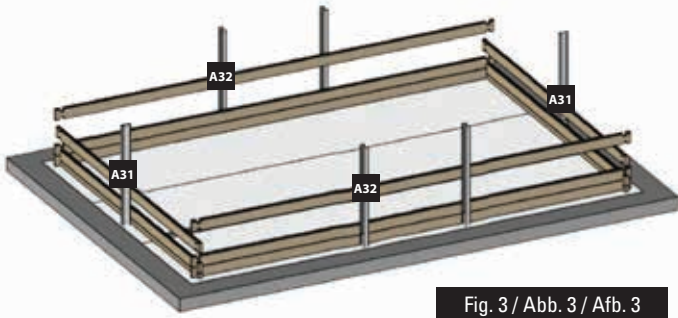

Fig. 3 / Abb. 3 / Afb. 3
**DE 2. BRETTERREIHE:** • Platzieren Sie die Bretter der zweiten Reihe laut Abb. 3. • Um die Bretter richtig anbringen zu können, finden Sie einen Holzkeil im Paket des Tragwerks. • Nicht direkt auf die Bretter klopfen. Das würde die Zapfen und die Festigkeit des Tragwerks beschädigen. • Nicht mit einem Metallteil darauf klopfen. Es würde das Holz unabänderlich beschädigen. • Versuchen Sie, die Bretter von Anfang an tiefgehend ineinander zu fügen. Zwischen den Reihen darf kein Platz sein, um eine Fehlanpassung der oberen Bretter zu vermeiden.
**EN 3rd LAYER OF BOARDS:** Install the third layer of boards as shown in figure 3. The position of the refilling fitting with the key and the skimmer should be defined at the start of the assembly (read the specific paragraphs).
**FR 3ÈME RANGÉE MADRIERS :** Positionnez les madriers de la 3ème rangée conformément à la figure 3. Vous devez avoir déterminé l'emplacement de la buse de refoulement et du skimmer dès le début du montage (voir paragraphes spécifiques).
**DE 3. BRETTERREIHE:** Platzieren Sie die Bretter der dritten Reihe laut Abb. 3. Zu Beginn der Montage müssen Sie die Lage des Druckventils und des Skimmers festlegen (lesen Sie hierzu die entsprechenden Abschnitte).
**NL 3ª RIJ PLANKEN:** Plaats de planken van de derde rij zoals te zien is op afbeelding 3. U moet al bij aanvang van de montage bepalen op welke plaats het uitstroommondstuk en de skimmer moet komen (less de betreffende paragrafen).